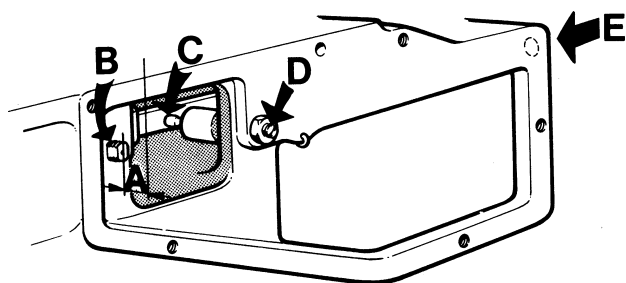

Fig. 42. Uppmätning av reglerstångsväg, MD3B
2. Mät avståndet mellan anliggningsytan och reglerstången när denna står på maxläget. Obs! Köldstarten får ej vara inkopplad vid mätningen. För att rätt mått skall erhållas på MD3B måste först tryckluft (ca 1 kp/cm2) kopplas till anslutning E, se fig. 42.
3. Skillnaden mellan de båda uppmätta värdena skall vara 8,2±0,1 mm för MD3B, 8,6±0,1 mm för MD2B samt 9,1±0,1 mm för MD1B. Justera reglerstångsvägen om så erfordras genom att skruva justerskruven (D fig. 42) inåt resp. utåt.